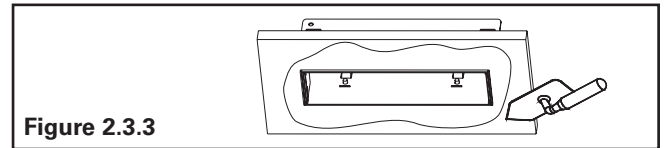

Figure 2.3.3
6. To finish - apply a generous amount of joint compound on trim flange. Mud in up to the trim, around the edge of the fixture. (Figure 2.3.3)
6. Pour finir – appliquez une quantité généreuse de composé à joints sur la collerette de la garniture. Épandez le composé jusqu'à la garniture, autour du bord du luminaire (Figure 2.3.3).